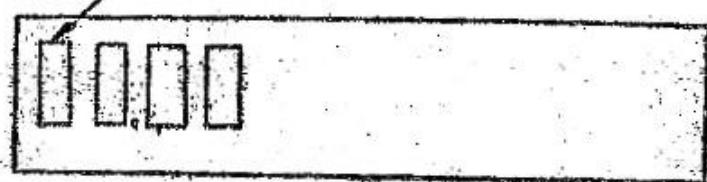

Рис.5.
6.6.2. При успешном окончании самопроверки на индикаторе появляется изображение в соответствии с рис.5.